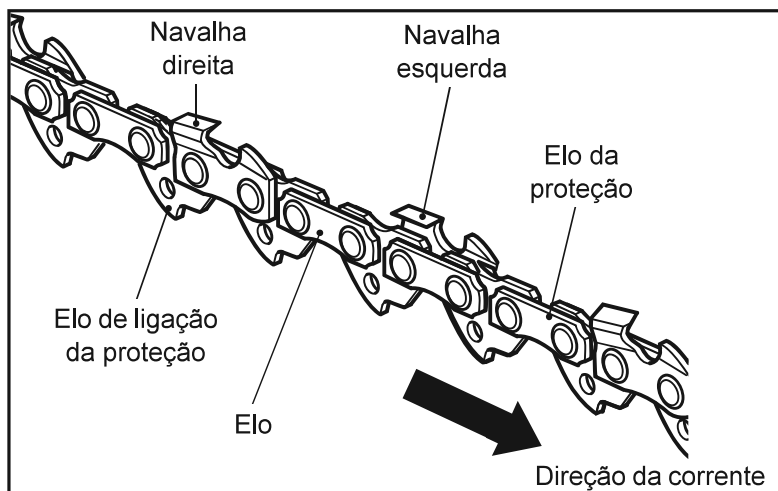

Fig. 39
2. A diferença de altura entre o dente e o rebordo é a profundidade de corte. Quando afiar a corrente (12), tem de ter em consideração os seguintes pontos (Fig. 39).